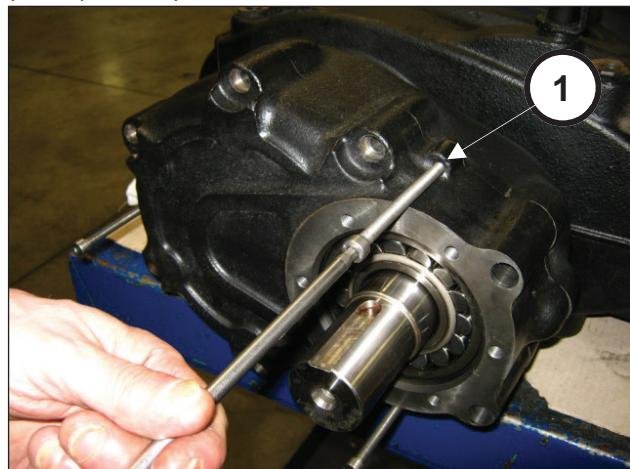

Abb. 8
Drehen Sie schrittweise die 3 Schrauben M8 (Pos. ①, Abb. 8) als Abzieher ein und schlagen Sie gleichzeitig auf das entsprechende Werkzeug (Art. 27884700), damit sich das Lager beim Abnehmen des Deckels nicht vom Ritzel löst (Pos. ①, Abb. 8/a).